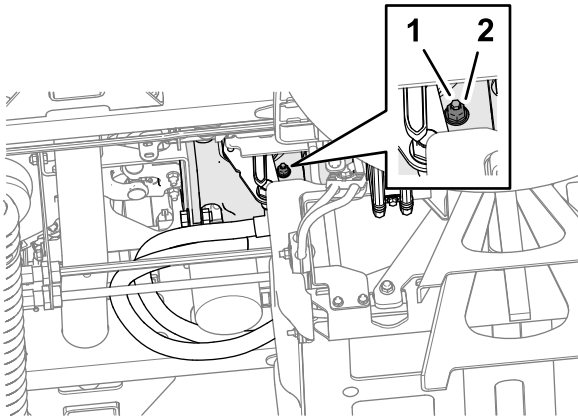

Figura 105
3. Desde la parte inferior de la máquina y en el lado derecho de la bomba de tracción, afloje la contratuerca que sujeta el tornillo de ajuste de retorno a punto muerto (Figura 105).